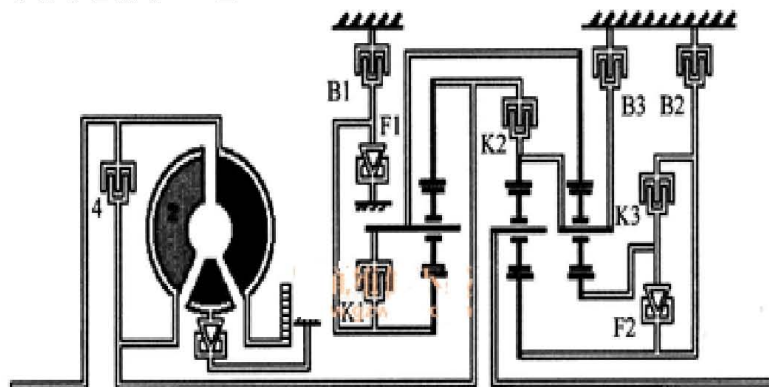

图 1 奔驰 722.606 型 5 速自动变速器行星轮机构的组成
- 3). 该车采用的是 722.606 型 5 速电子控制自动变速器（图 1）。行星轮机构中由 3 组行星排和 8 个换档执行元件（3 个离合器、3 个制动器以及 2 个单向离合器）组成。这些元件的不同工作组合形成了 5 个前进档和具有两个速比的倒档。在拆检变速器时发现后离合器片已经烧损（因进水原因引起），其他部件基本没有问题。清洗变速器整个液压控制系统（包括液力变矩器），更换烧损部件以及变速器修理包。